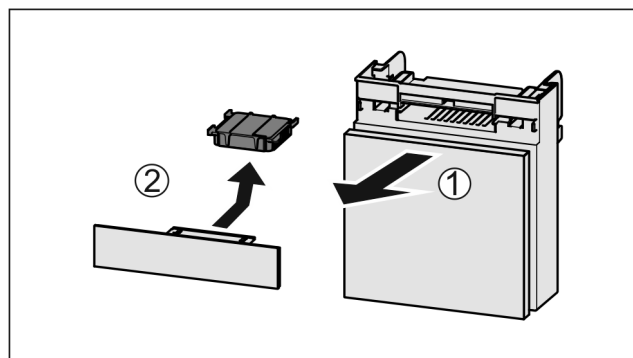

Fig. 122
- Húzza ki Fig. 122 (1) előrefelé a rekeszt.
- Vegye ki az aktívszén-szűrőt Fig. 122 (2).